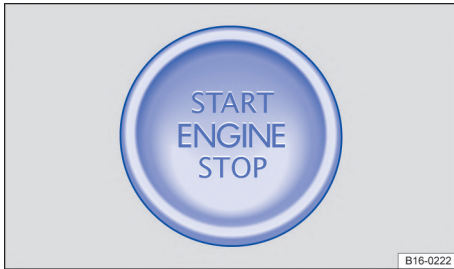

Fig. 90 En la parte inferior de la consola central: tecla de arranque para poner en marcha el motor
- *Vehículos con pulsador de encendido y arranque*: presionar el pulsador de encendido y arranque brevemente → fig. 90. Si el motor no puede apagarse, realizar el apagado de emergencia → pág. 117.